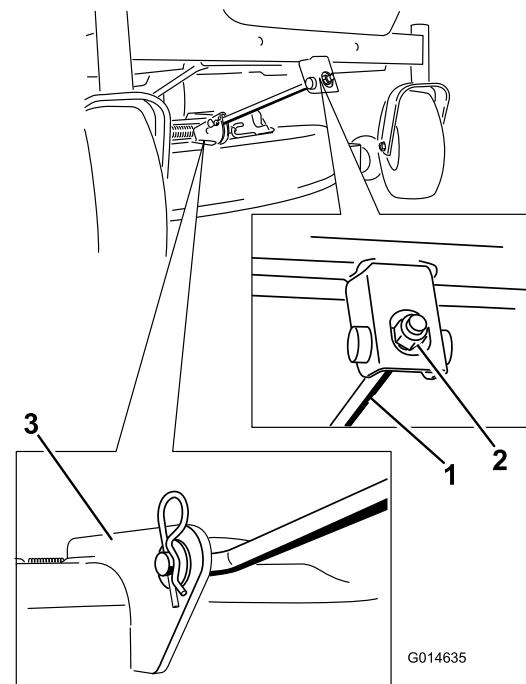

Figure 58
6. Fixez la tige de support avant au tablier de coupe à l'aide de l'axe de chape et de la goupille fendue (Figure 58).